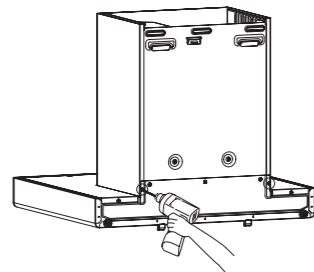

Fig.8
2. 取下風機外罩、裝飾罩（僅適用於 EMS6008-C）：用螺絲刀取下主機背后固定風機外罩的 2 顆螺釘（見 Fig.8），然後雙手抓住風機外罩和裝飾罩向上將其取出（見 Fig.9）；